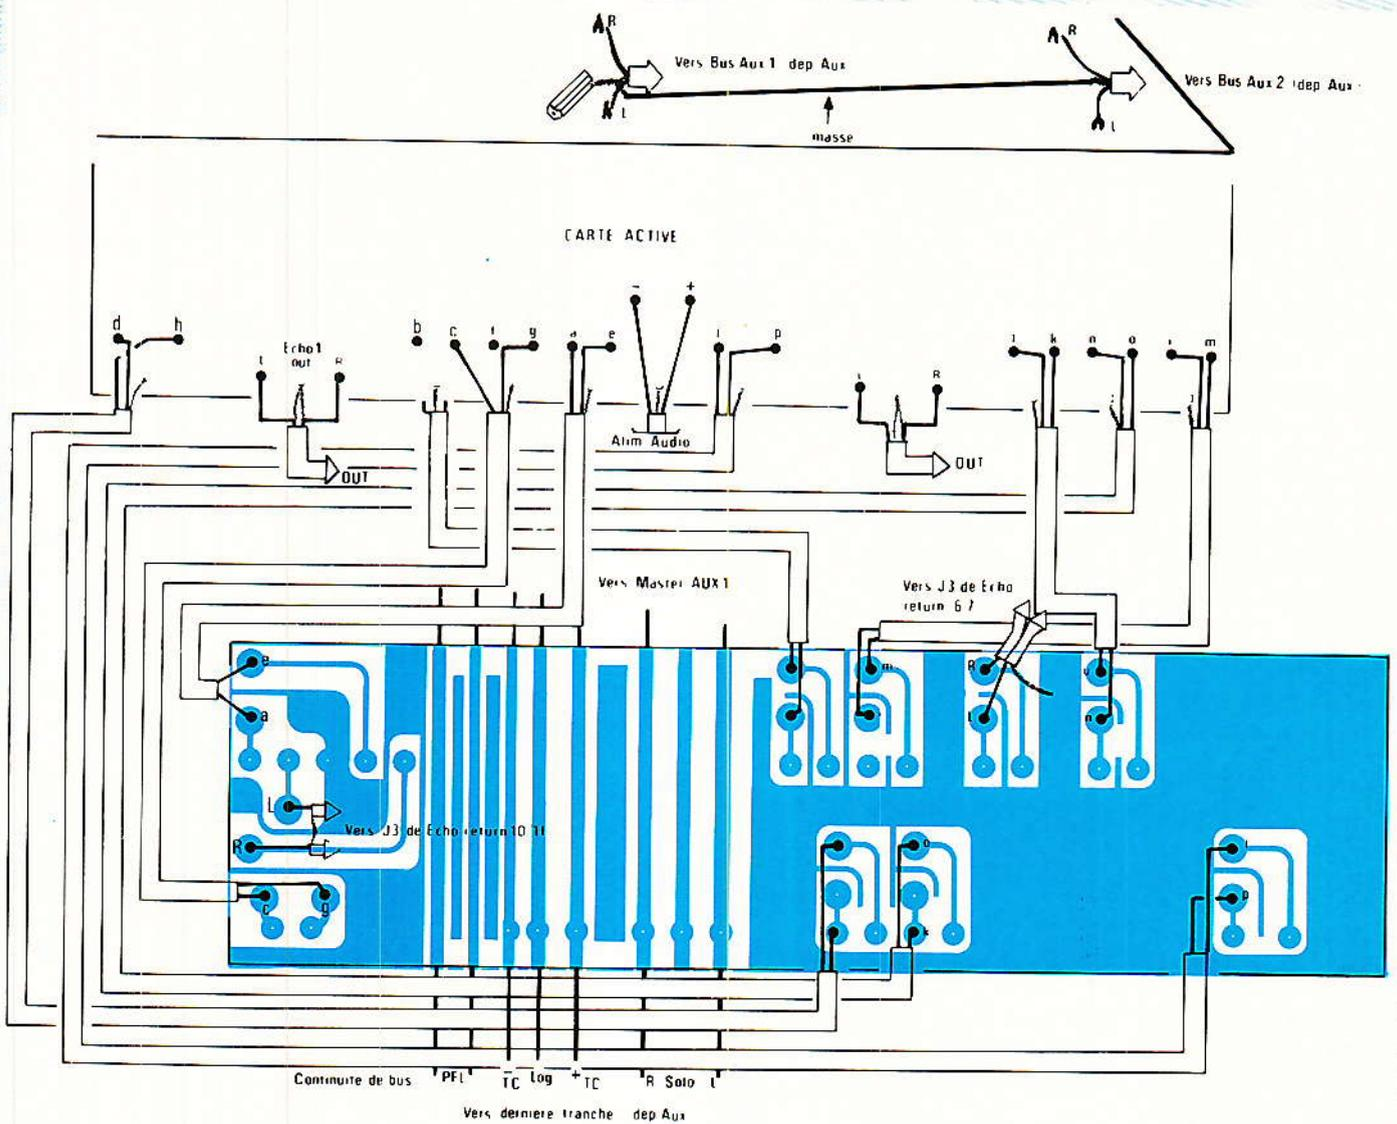

Figure 12 - Errata figure 10 n° 463 page 49.
ATTENTION : Il s'agit bien des entrées en courant des bus FB2 et 3. Ces points sont accessibles sous la carte passive du module ECHO SEND. Reportez-vous à la figure 2 page 84 du N° 462 (et le rectificatif figure 12 page 86 N° 467) : Il s'agit des points repérés AUX1(FB) et AUX2(FB), qu'il ne faudrait pas confondre avec les BUS AUX1 et AUX2 !